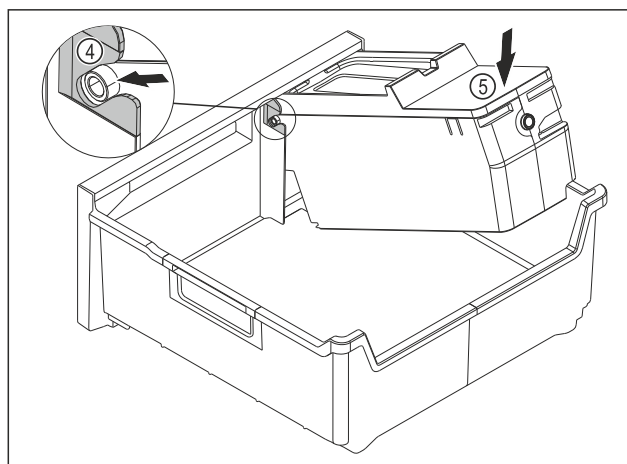

Fig. 216
- ▶ Montar el cuerpo del EasyTwist-Ice: Introducir los ejes del cuerpo del EasyTwist-Ice en las guías Fig. 216 (4).
- ▶ Presionar el cuerpo del EasyTwist-Ice Fig. 216 (5) hacia abajo por detrás.